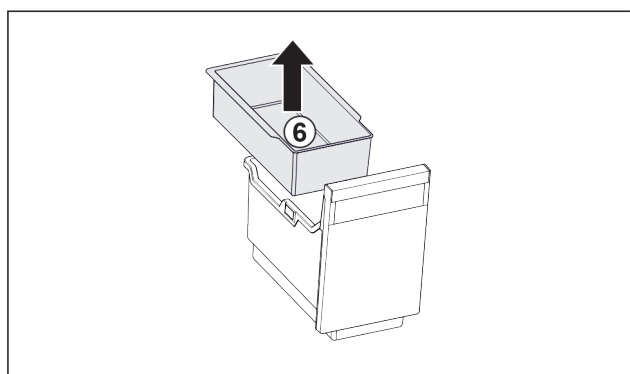

Fig. 101
- Retirar la bandeja suspendida Fig. 101 (6).